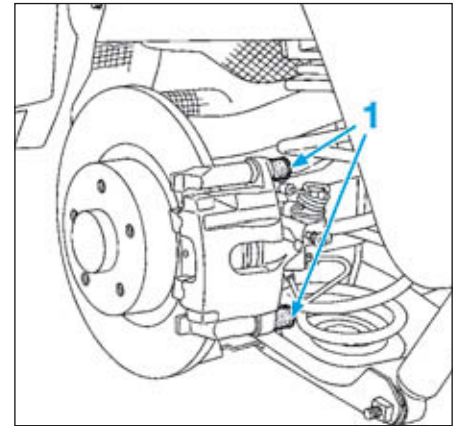

FIG.7
- Déposer les vis de colonnettes (1) (Fig.7).